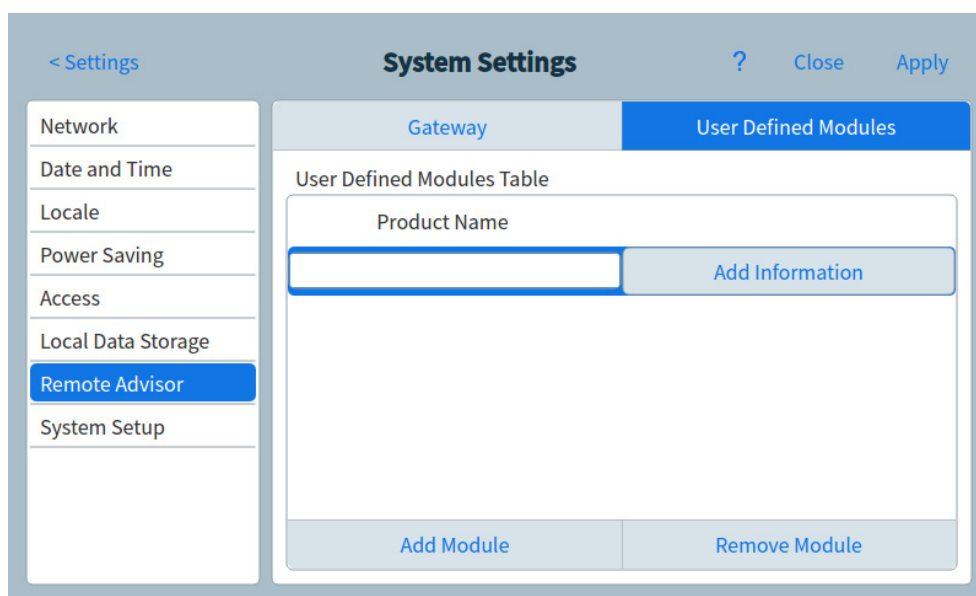

Abb. 47 Seite „Remote Advisor“ - „Add Information“
- b Tippen Sie auf **Add Module**. Eine Zeile zur Eingabe des Produktnamens wird eingeblendet. Siehe Abb. 47.